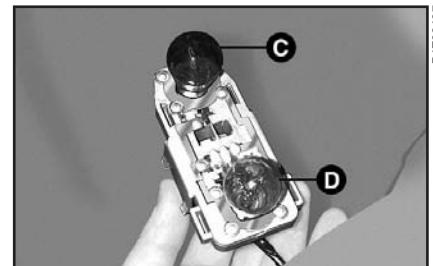

рис. 20
3) Чтобы извлечь лампу, слегка надавите на нее и поверните против часовой стрелки (рис. 20).
В заднем фонаре имеются лампы следующих типов (**рис. 20**):